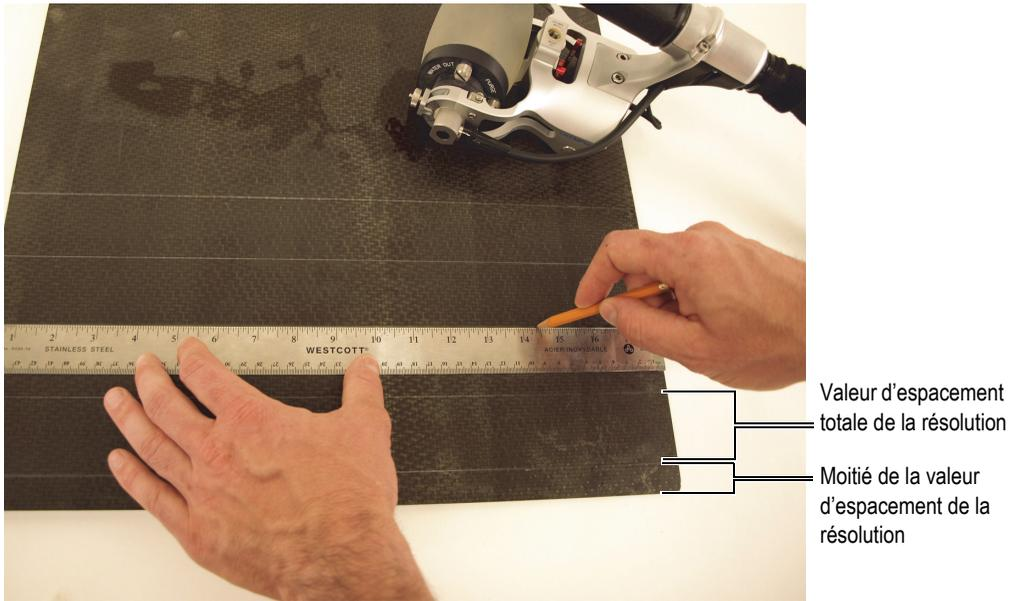

Figure 4-9 Traçage des lignes de guidage sur la surface à inspecter
3. Sur la surface à inspecter, tracez les lignes de guidage parallèles selon la valeur de résolution calculée (Figure 4-9 à la page 69).